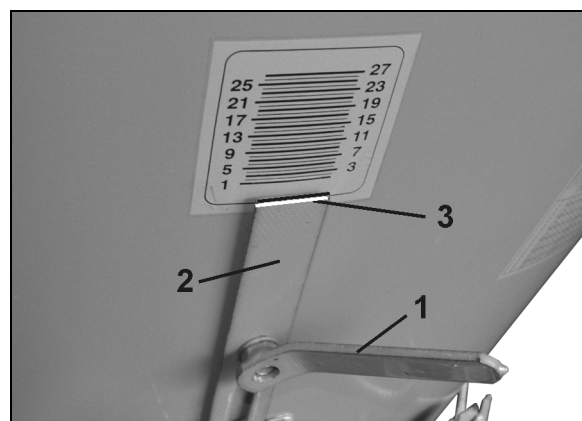

Fig. 23
1. Zluzować dźwignię przestawiającą (Fig. 23/1).
2. Ogranicznik zasowy (Fig. 23/2) przesunąć tak, aby krawędź odczytu (Fig. 23/3) ustawiona była na żądanej wartości na skali.